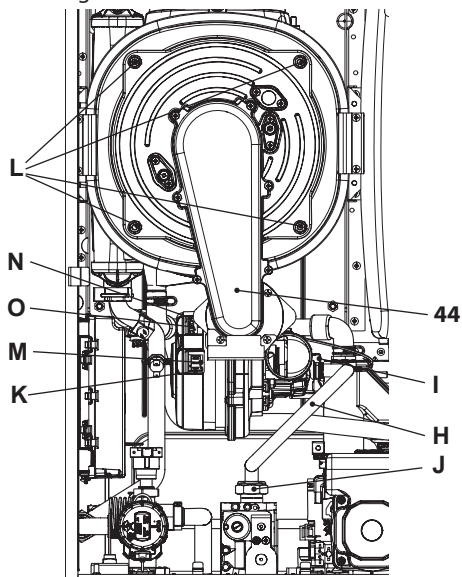

Figura 9.12
Rimozione del gruppo bruciatore ventilatore 44 in Figura 9.12.
- Inserire un cacciavite piano nella rientranza K del connettore M e fare leva verso il basso, contemporaneamente scollegare il connettore M tirandolo frontalmente (Figura 9.12).
- Scollegare il connettore del ventilatore N premendo il gancio in plastica O posizionato nella parte sottostante del connettore (Figura 9.12).
- Svitare le viti L e rimuovere il gruppo bruciatore ventilatore 44 (Figura 9.12).